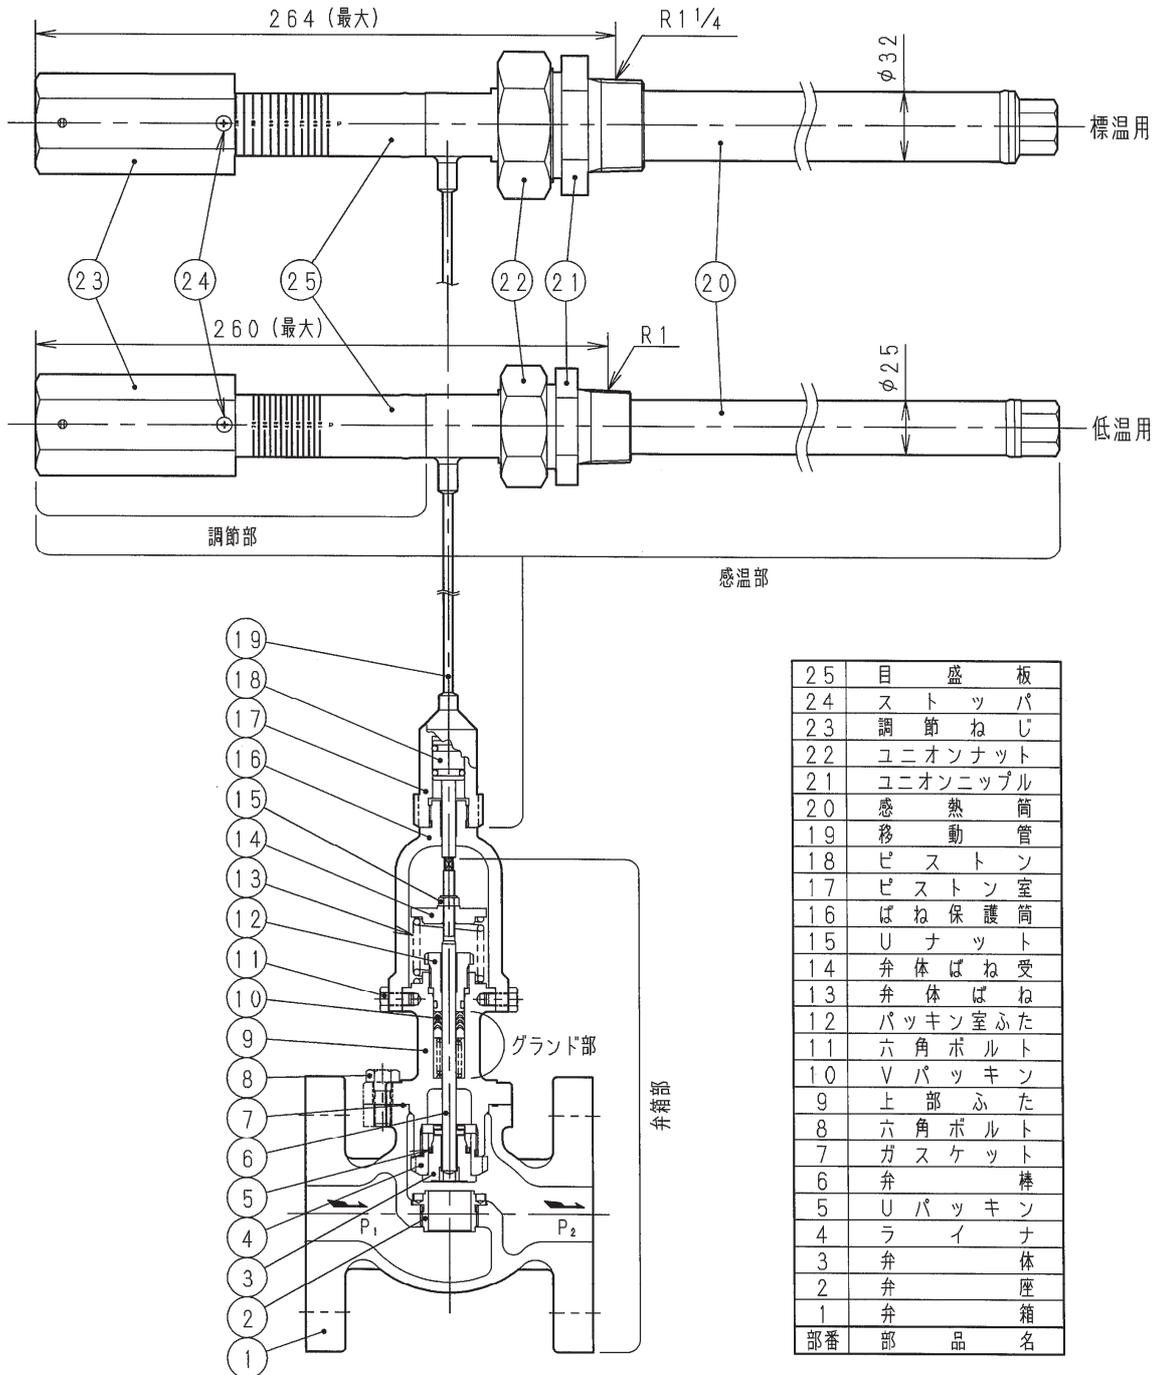

図 1 TL10H 型温度調整弁の構造
本弁は図 1 のような構造となっています。感温部内には温度に鋭敏な液体が充填されています。
- a) 本弁は図 1 のように加熱流体(蒸気や温水)の流量を調整する弁箱部、制御対象の液体温度(以下、被加熱液体温度といいます)を調整する調節部、及び被加熱液体温度を検出して弁箱部へ伝達する感温部から構成されています。